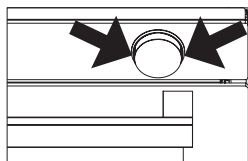
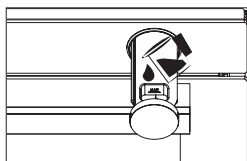
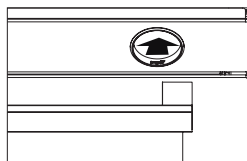

Figura 4
Figura 5
Figura 7
**1.** Remover o recipiente da água puxando o mesmo nos pontos indicados pela seta. Encher o recipiente da água (consultar a figura 4) e deslizar o mesmo na direção da seta para a posição de início para o colocar na posição (ver figura 5,6). Depois de 10 minutos de pré-aquecimento, deslizar o recipiente da máquina na direção da seta até ouvir um “clique” (ver figura 7).